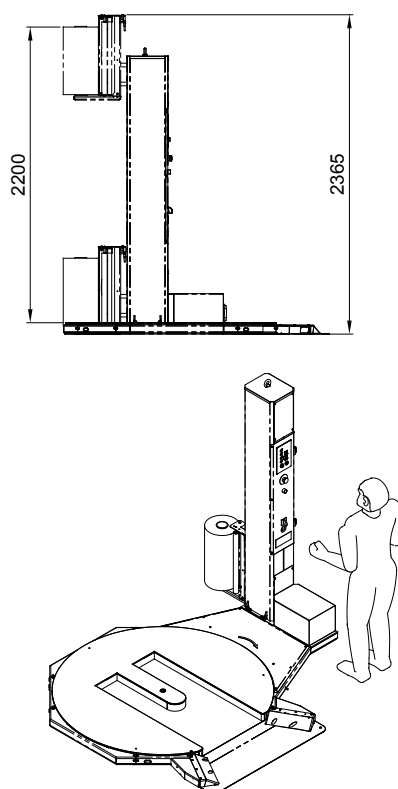

Fig. 2.6
• Dimensioni di ingombro	Fig. 2.6
• Dimensions hors-tout	Fig. 2.6